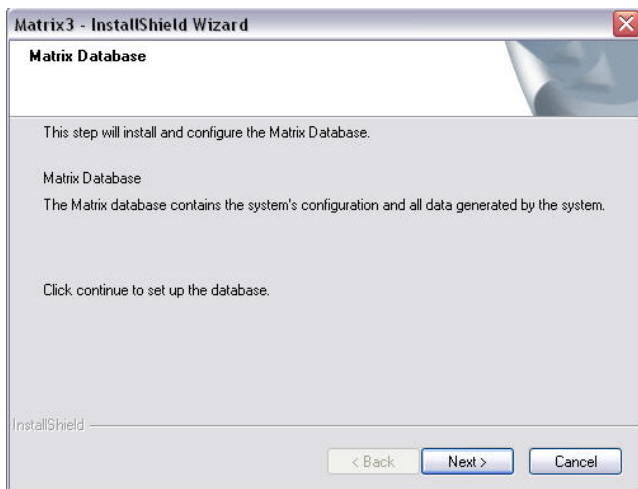

Рис. 8
10. Когда появится экран настройки «Matrix Database» [База данных Matrix] (Рис. 8), нажмите «NEXT» [ДАЛЕЕ], чтобы начать настройку базы данных.